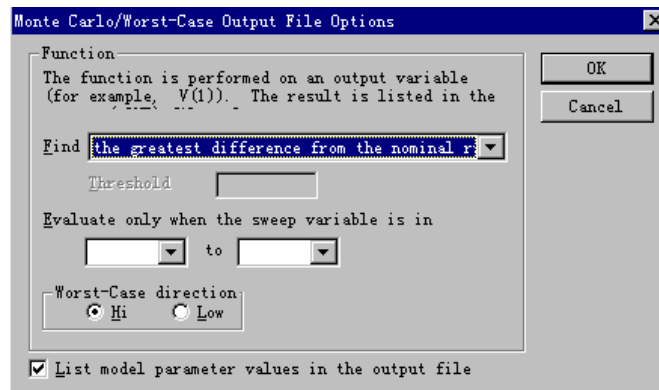

图10-3 分析参数的设定2
4) 点选More Setting... , 出现如图10-3所示的对话框。